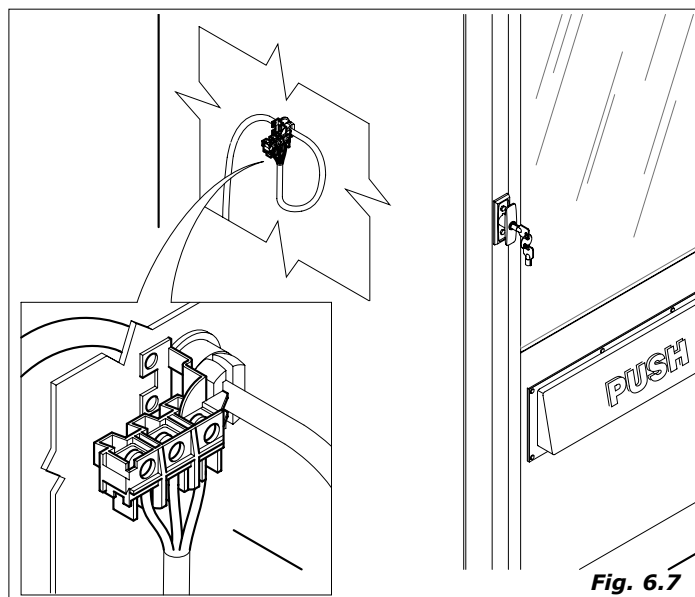

Fig. 6.7
Restano sotto tensione, la morsettiera del cavo di alimentazione (Fig.6.7-pos.1)